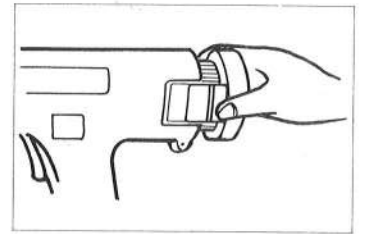

図6
- 蓄電池を抜くときは、本体を強くにぎり、蓄電池の後部のストッパー指をおいて引き抜いて下さい。(図6参照)。